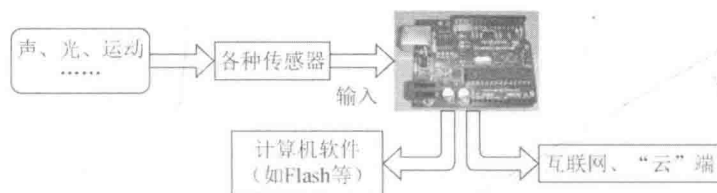

图 0-6 Arduino 作为设备接口
2) Arduino 也可以独立运作成为一个可以跟软件（如 Flash、Processing、Max/MSP 或其他交互软件）连接的接口。我们也可以为 Arduino 添加网络模块，将其与互联网、“云”端相连，成为物联网的一个节点（见图 0-6）。如果 Arduino 作为物联网的一个节点，那么受其控制的电器也就成了物联网的一部分，一种新的控制方式也就诞生了。